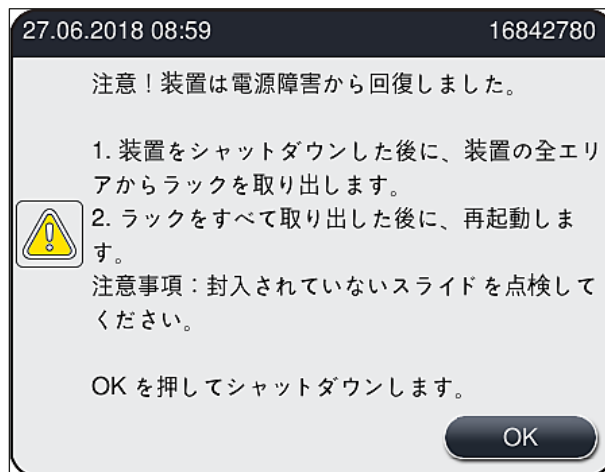

図 109
- 電源復旧後、装置は自動的に再起動します。電源障害の発生をオペレーターに知らせる情報メッセージ（→ 図 109）が画面に表示され、イベントログにもそれが書き込まれます。
- ① 電源復旧後、装置は自動的に再起動します。警告音が鳴り、警告メッセージが画面に表示されます（→ 図 109）。
続いて、情報メッセージ(→ 図 109)の指示に従い、スライドを装置から取り出します。